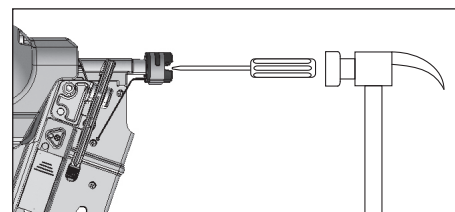

Figure 25
4. Si nécessaire, utiliser de petits outils manuels pour aider à dégager le clou bloqué. Il est parfois nécessaire d'utiliser un marteau et un long tournevis mince pour remettre le coulisseau jusqu'au bout dans le pistolet (voir la Figure 25).